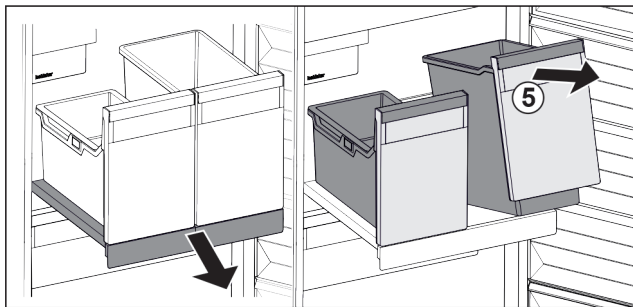

Fig. 99
- ▶ Løft beholderen Fig. 99 (5) foran.